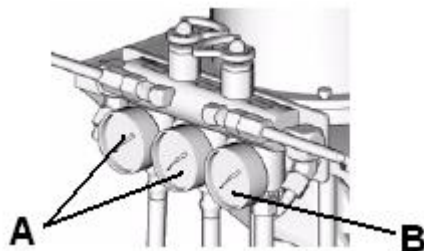

Рис.4
5. Убедитесь, что давление на манометре А и В упало до нуля (Рис.4).